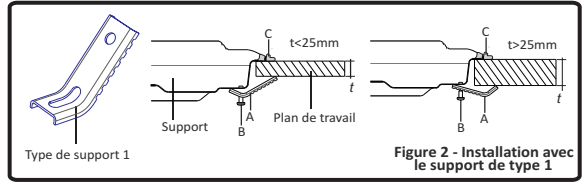

Figure 2 - Installation avec le support de type 1
Insérez l'appareil dans l'aperture et fixez en position à travers les supports (A) et les vis (B). Ajustez la position des supports en fonction de l'épaisseur du plan de travail comme indiqué à la figure 2 et serrez les vis uniformément.